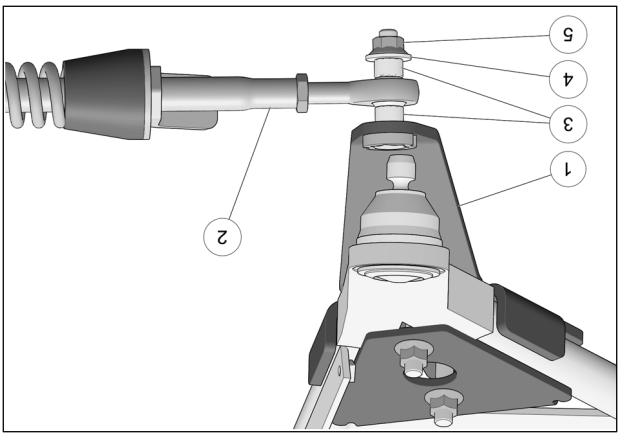

Fig. 20
8. Fixer le bras stabilisateur (2) au boulon déjà installé sur l'ancrage de suspension (1) à l'aide des deux espaceurs (3), de la rondelle (4) et de l'écrou autobloquant (5). Serrer à un couple de 70 N•m [52 lb•pi]. Voir la Fig. 20